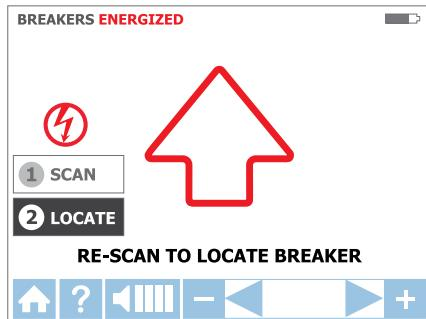

Figure 3.4c
a. Sélectionnez le mode LOCALISER à l'aide des flèches directionnelles pour mettre en surbrillance ce mode de fonctionnement et en appuyant sur le bouton jaune « ENTRÉE ». (Voir figure 3.4c)
b. Rebalayez chaque disjoncteur/fusible en les touchant avec le capteur de pointe pendant une demi-seconde. La flèche rouge animée indique l'avancement du balayage (voir figure 3.4c). Assurez-vous que la rainure du capteur de pointe est parallèle à la longueur du disjoncteur. (voir Figure 3.4d)